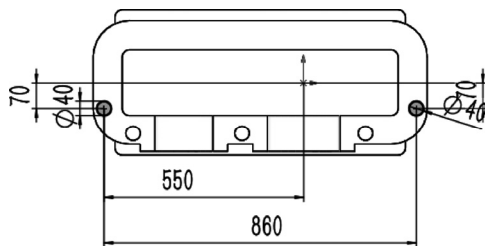

图 9-66 绘制圆孔草图
**08** 绘制草图。选择菜单栏中的“工具”→“草图绘制实体”→“圆”命令，或单击“草图”控制面板中的“圆”按钮，在草图绘制平面上绘制其余两个圆并标注尺寸，如图 9-66 所示。